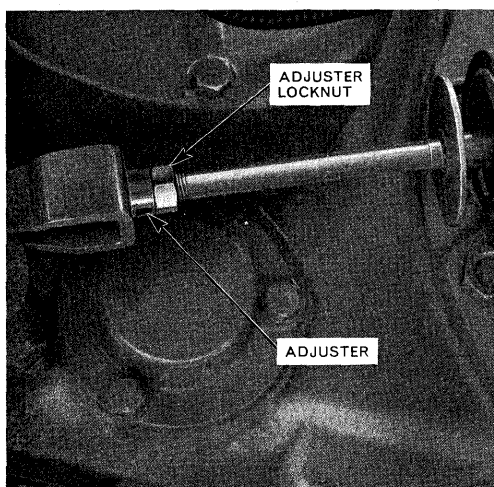

Fig. 32.
2. Løsn kontramøtrikken på trækstangen og drej indstillingsmøtrikken ved trækgaflen (fig. 32), indtil pedalen er 2" (ca. 51 mm) under den venstre pedal. Spænd kontramøtrikken.